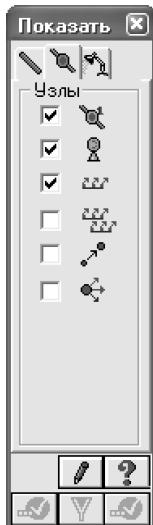

Рис.2.4. Диалоговое окно Показать
- В диалоговом окне **Показать** (рис.2.4) активизируйте вторую закладку **Узлы** и установите флаажок **Номера узлов**.
- Для вывода на экран номеров элементов, в диалоговом окне **Показать** (рис.2.4) активизируйте первую закладку **Элементы** и установите флажок **Номера элементов**.